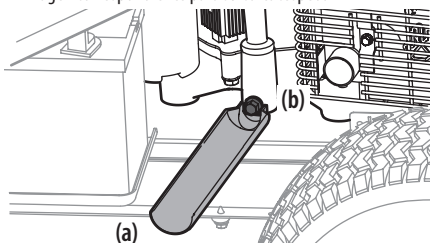
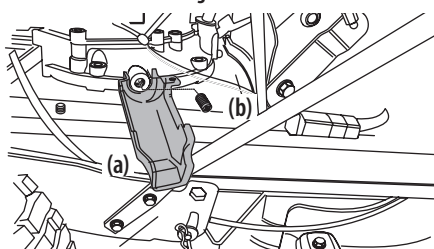

Figura 25
Figura 26
5. Encaje a presión el extremo pequeño del manguito de drenaje de aceite (a) en el espacio previsto alrededor del tapón de drenaje de aceite (b). Consulte la Figura 25 o la Figura 26 para los dos posibles manguitos de drenaje de aceite y consulte la imagen correspondiente para su cortacésped.